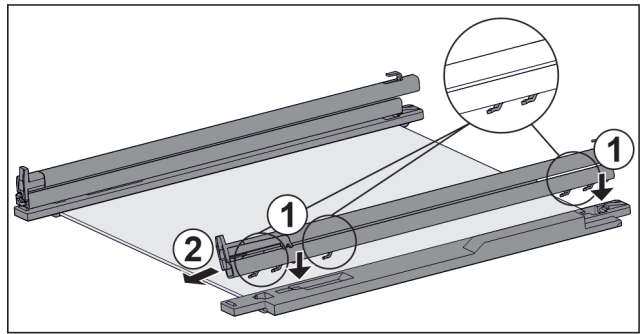

Fig. 46 Glasplaat met rails en vasthouddelen
- ▶ Haken van de rail op de openingen van het **linker** vasthouddel plaatsen. Fig. 46 (1)
- ▶ Rail naar voren trekken. Fig. 46 (2)
- ▶ Haken van de rail op de openingen van het **rechter** vasthouddel plaatsen. Fig. 46 (1)